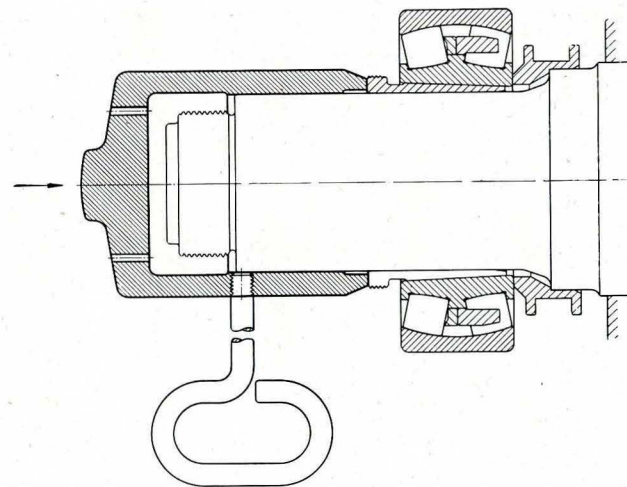

Fig. 14
4. Monteringshylsan sättes på, se fig. 14, och med väl av-